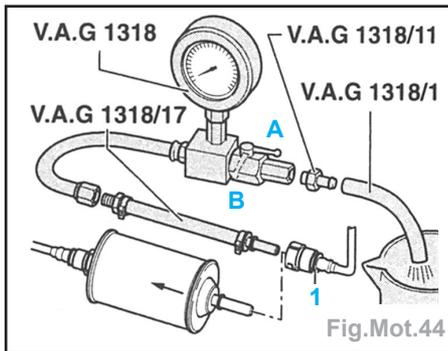

Fig.Mot.44
- Débrancher le flexible d'alimentation (1) (muni d'un repère blanc) et à l'aide d'un chiffon, recueillir le carburant qui s'écoule (Fig.Mot.44).
- débrancher le flexible d'alimentation (1) de l'entrée du filtre à carburant (Fig. Mot.44),